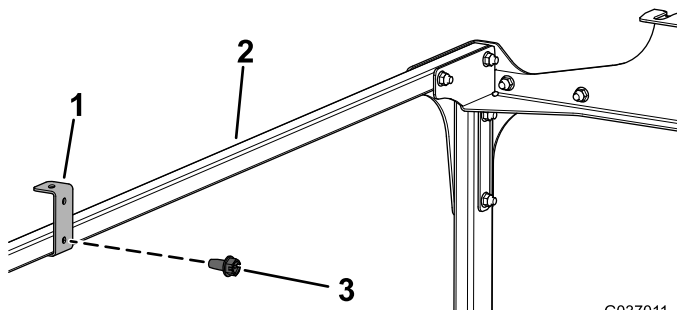

Рисунок 12
12. Установите два опорных кронштейна крыши на поперечные трубки с помощью двух самонарезающих винтов (1/4 x 1/2 дюйма), как показано на Рисунок 12.